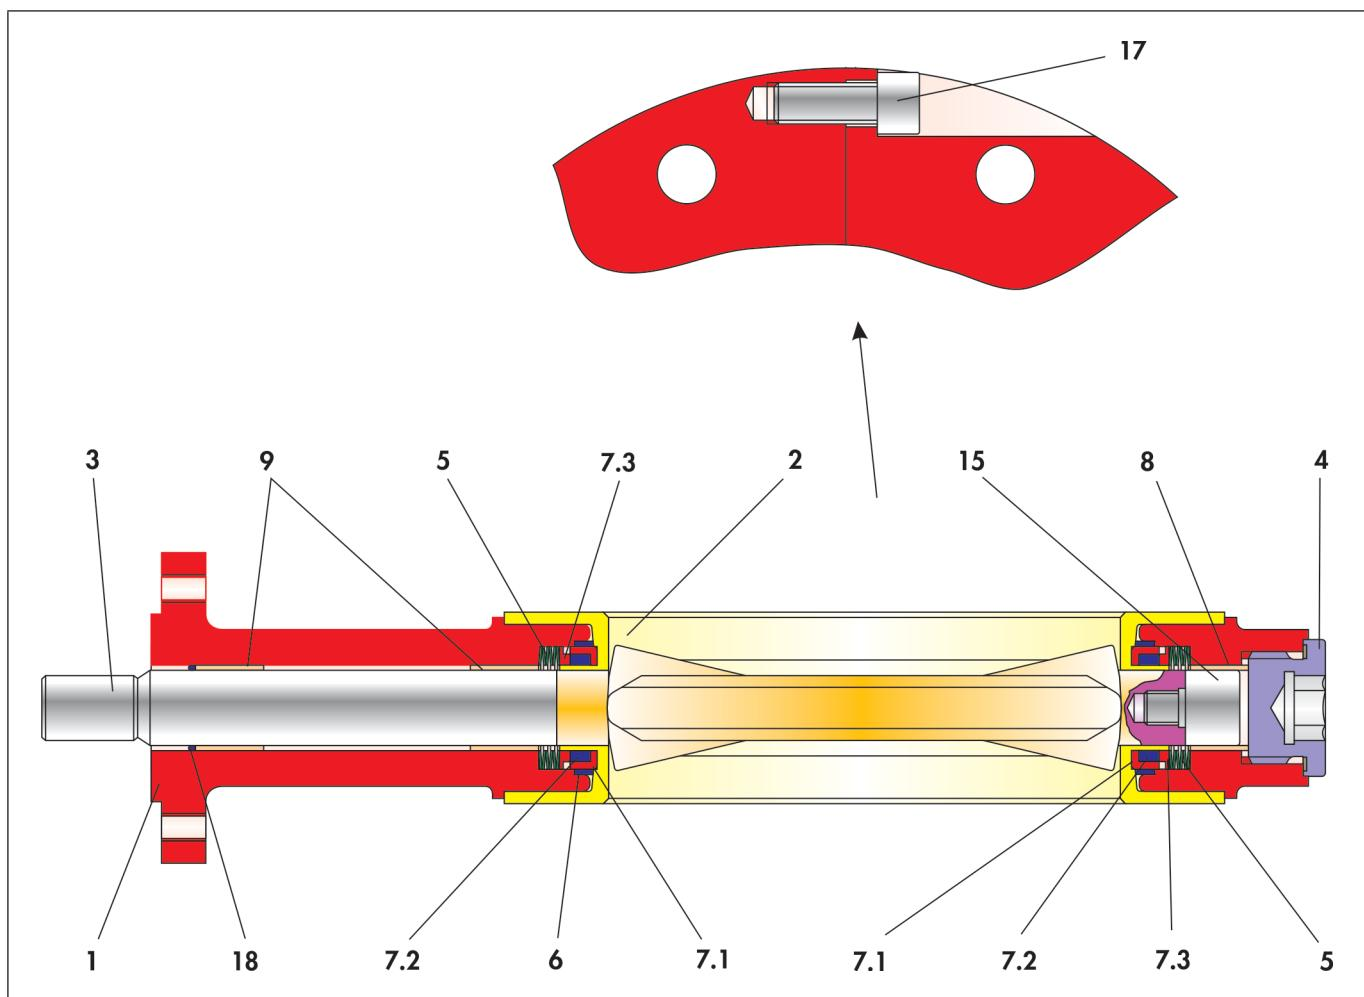

图 3-3: BR 10e 蝶阀剖面图
- ⇒ 将轴承套 (8) 插入下半阀体 (1b) 的轴孔中。
- ⇒ 将由 6 个盘簧组成的盘簧组 (5) 放入半阀体 (1b) 的相应位置。请参阅图 3-3 了解盘簧的排布。
- ⇒ 将轴承套 (9) 插入上半阀体 (1a) 的轴孔中。
- ⇒ 将由 6 个阀盘组成的盘簧组 (5) 插入半阀体 (1a) 的相应位置。请参阅图 3-3 了解盘簧的排布。